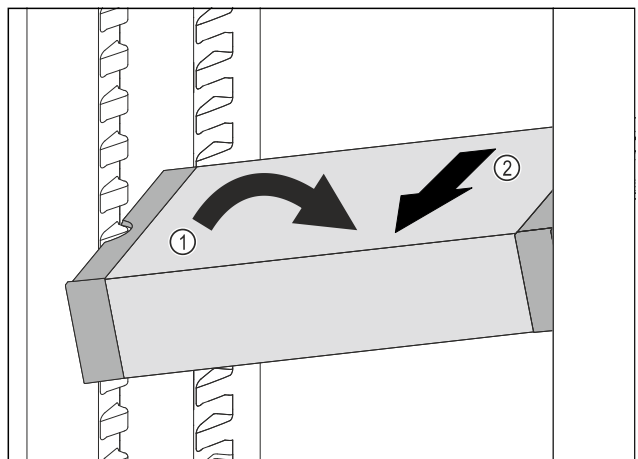

Fig. 104
- ▶ Наклонете VarioSafe в хладилната част. Fig. 104 (1)
- ▶ Извадете VarioSafe напред. Fig. 104 (2)